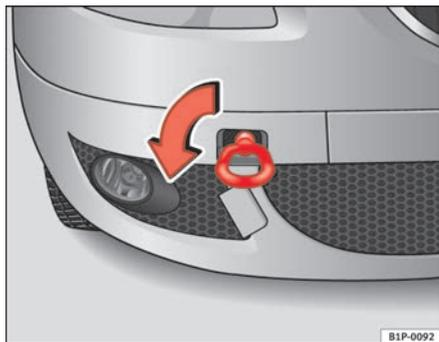
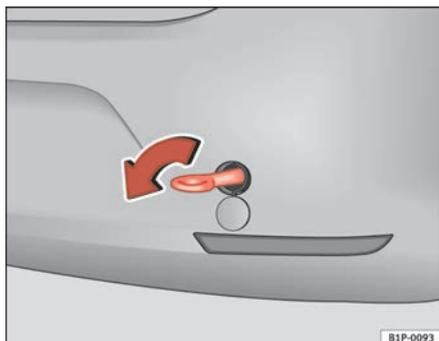

Fig. 181 Atornillado de la argolla de remolque en la parte delantera derecha del vehículo
Fig. 182 Atornillado de la argolla de remolque en la parte trasera del vehículo
- Atornille la argolla hasta el tope hacia la *izquierda*, en el sentido que indica la flecha, tanto en la parte delantera ⇒ fig. 181, como en la trasera ⇒ fig. 182. ■